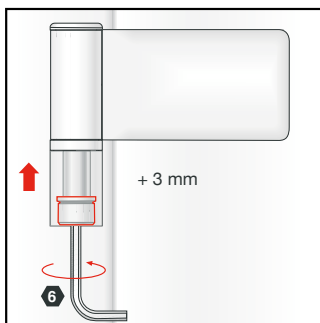

Abb. 15
1. Setzen Sie einen Inbusschlüssel (Größe 6) in den unteren Teil des Bands ein (Abb. 15).